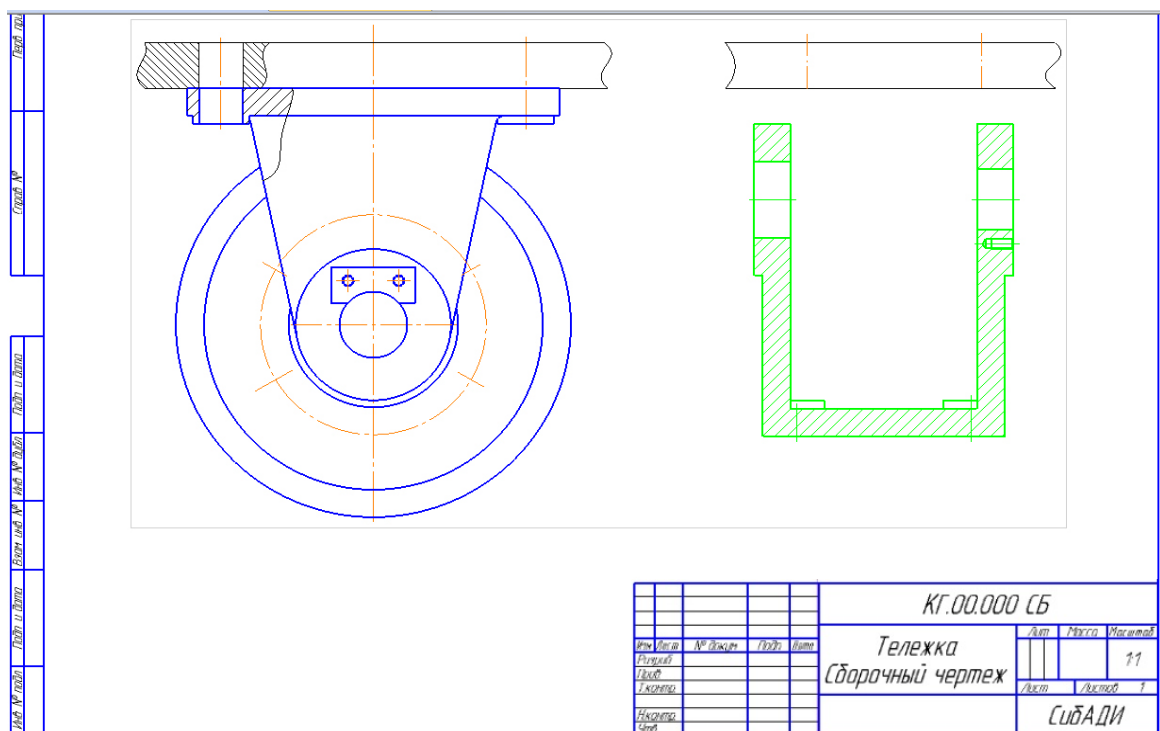

Рис. 4.3. Вставка изображения детали «Кронштейн»
- Скопируйте выделенный фрагмент в документ с заготовкой сборочного чертежа изделия и расположите, как показано на рис. 4.3. Изображение кронштейна надо перевернуть!